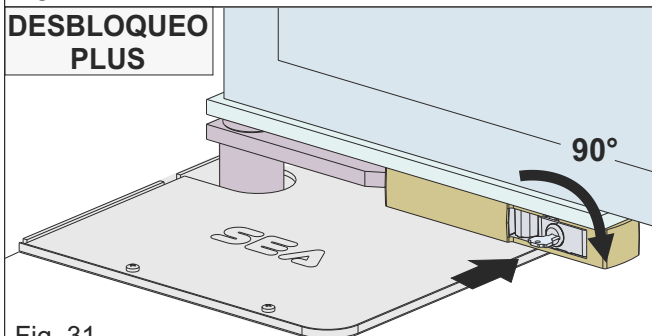

Fig. 31
- insertar la llave suministrada en la cerradura y girarla 90° en el sentido horario (Fig.31)